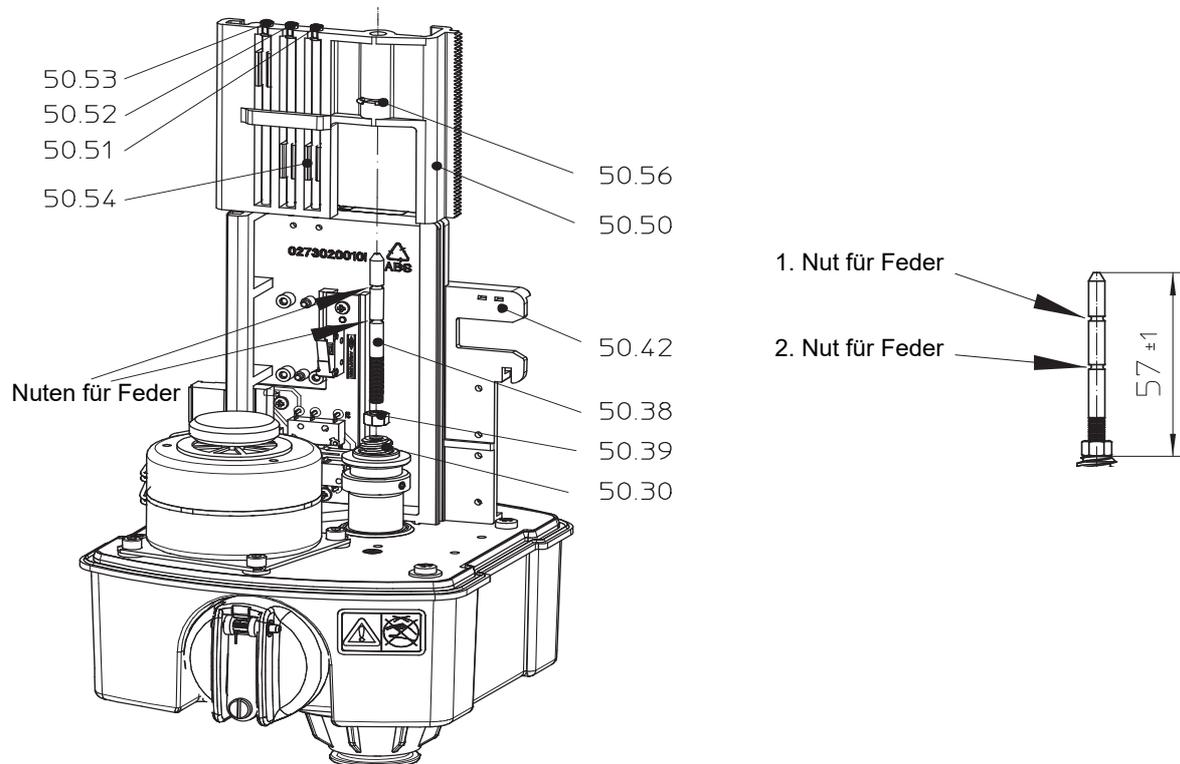

Bild 5: Einbau Spindel Schaltschlitten
- Führungsspindel gemäß Einstellmaß (siehe Bild 5) in die Antriebsspindel (Pos. 50.30) schrauben und mit der 6KT-Mutter M5 kontern.